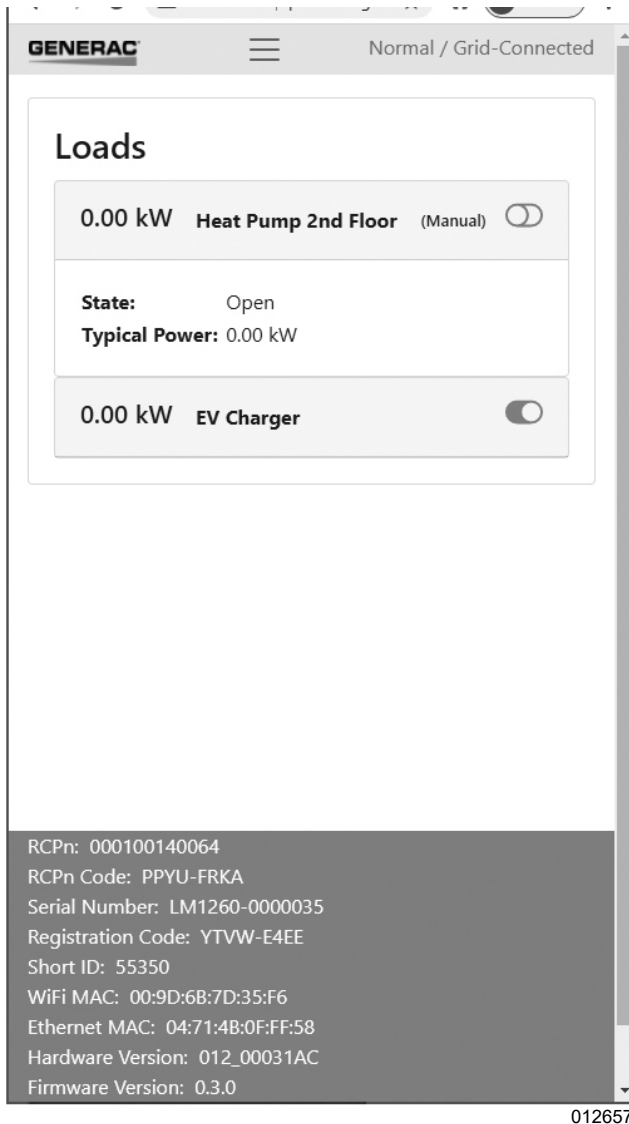

Figure 4-5. Tester le circuit de relais couplés
1. Voir Figure 4-5. Appuyer sur l'onglet Control dans l'interface Web.